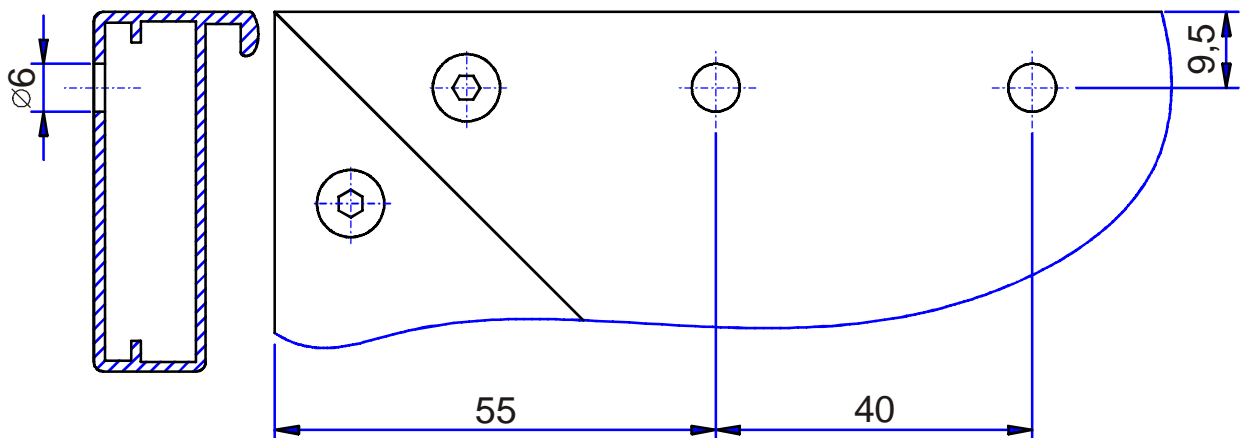

Рис.4 Расположение отверстий для установки пластины
- распорную гайку накрутить на винт М4х20, вставленный в отверстие рычага-прокладки, и вставить в предварительно просверленное в профиле отверстие $d=6\text{мм}$ (Рис.4);